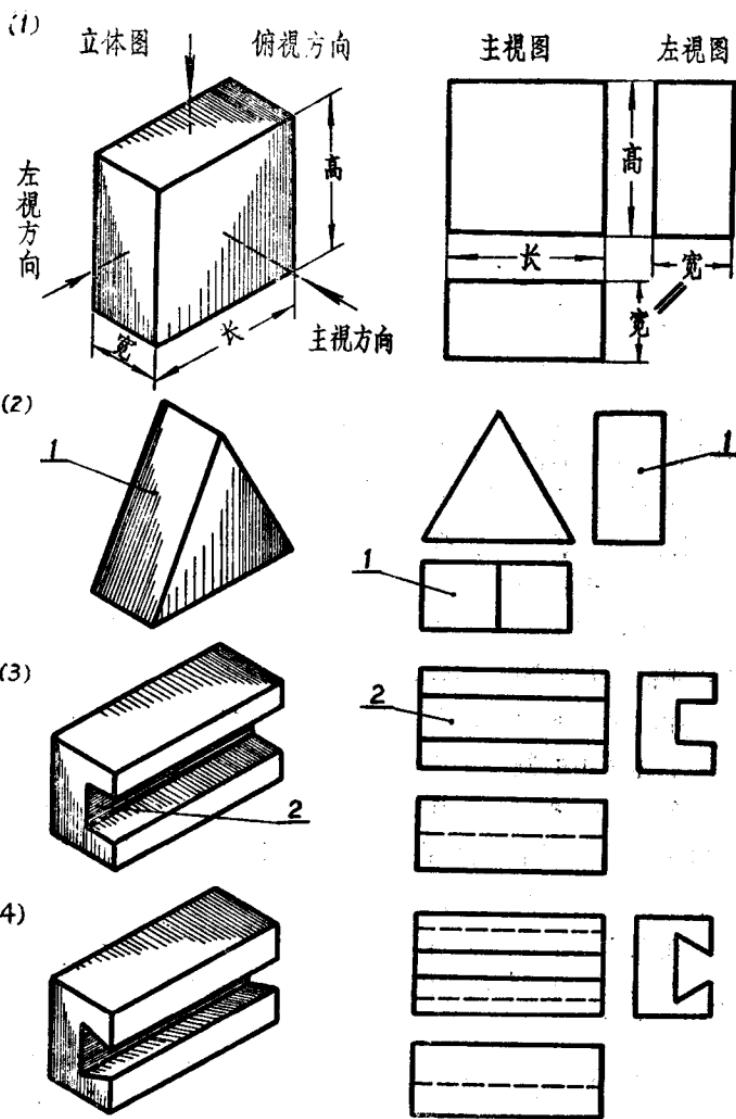

图 1—7 三面图举例
从图 1—6，图 1—7 的例图中，可以得出以下几条规则，
(1) 机械图的图形是按一定位置排列的，俯视图在主视图的下边，左视图在主视图的右边。不是随意摆放的。
(2) 从图 1—7 (1) 方块体的三面图可以看出，主视图中方块的长相当于俯视图中方块的长，主视图中方块的高相当于左视图中方块的高，俯视图中方块的宽相当于左视图中方块的宽。